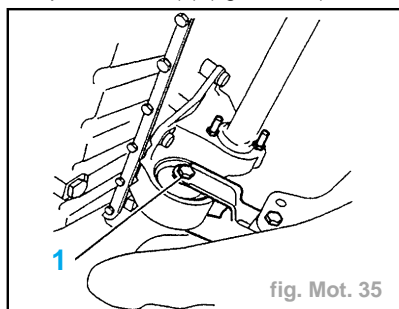

fig. Mot. 35
- Déposer la vis (1) (fig. Mot. 35).
- Serrer la vis (1) à **5 daN.m** (fig. Mot. 35).